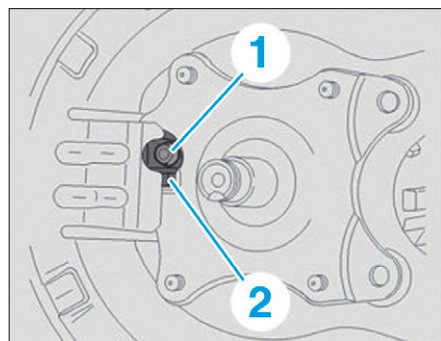

FIG. 35
- Déposer la vis (1) et écarter le capteur de roue arrière (2) (Fig.35).